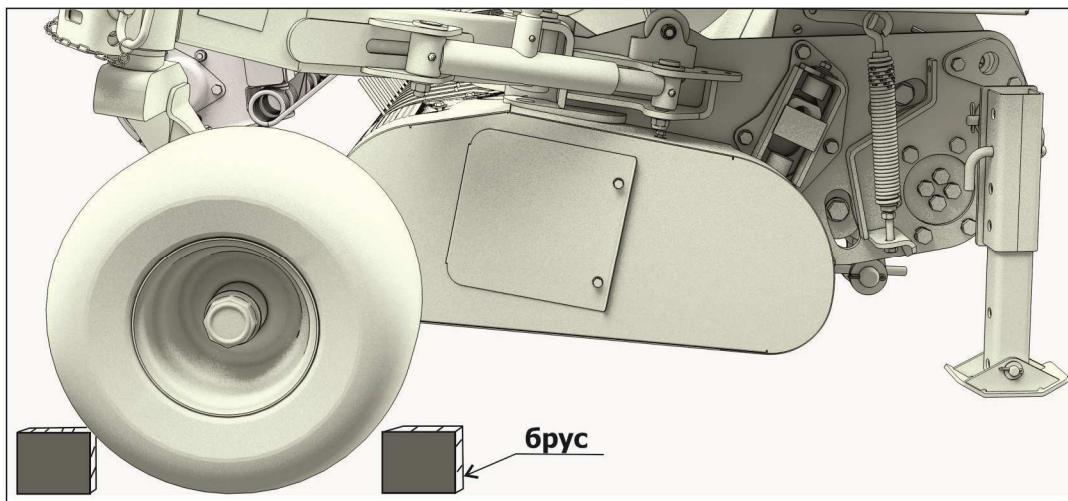

Рисунок 8.2
**ВАЖНО!** ЕСЛИ КОЛЕСА ПОДБОРЩИКА ЗАФИКСИРОВАНЫ В ТРАНСПОРТОМ ПОЛОЖЕНИИ (ВО ИЗБЕЖАНИЕ УПИРАНИЯ ПАЛЬЦЕВ ПОДБИРАЮЩЕГО УСТРОЙСТВА В ШИНУ КОЛЕСА И ПОВРЕЖДЕНИЯ КОЛЕС), НЕОБХОДИМО ПРИ ПОСТАНОВКЕ НА ХРАНЕНИЕ ИЛИ ПРИ ПЕРЕВОЗКЕ В КУЗОВЕ ТРАНСПОРТА, ЗАФИКСИРОВАТЬ КОЛЕСА ПРОТИВООТКАТНЫМИ УПОРАМИ ИЛИ БРУСКАМИ (рисунок 8.2).